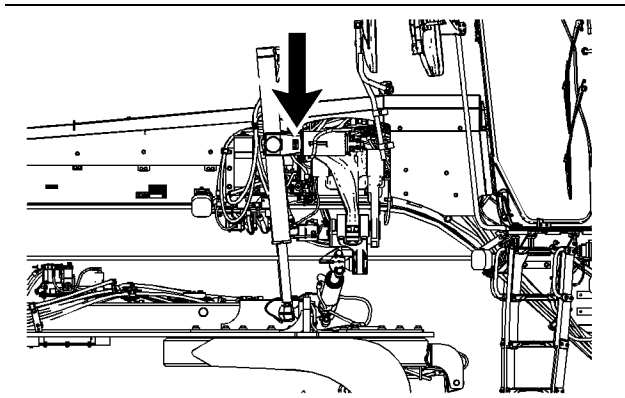

Ilustración 138
7. Instale cuatro cables de amarre en la parte delantera de la máquina. El tubo del eje delantero se usa como punto de amarre delantero. Los amarres están identificados con una etiqueta que muestra una posición de amarre. Consulte la ilustración 138 .